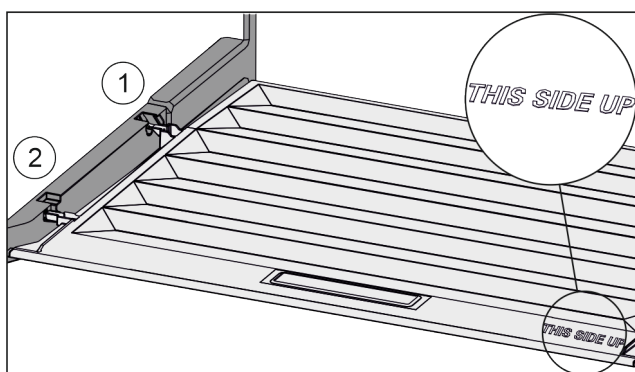

Fig. 43
- Deckelstege über Öffnung der hinteren Halterung Fig. 43 (1) einführen und vorne in Halterung Fig. 43 (2) einrasten.